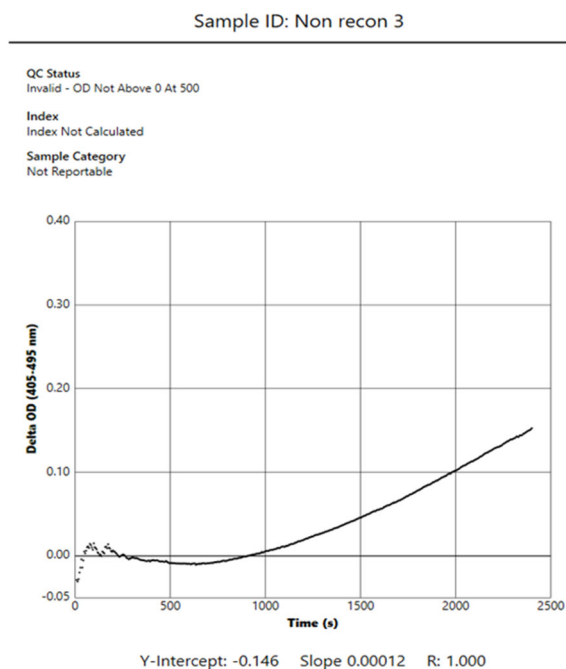

Bild 18. BG Analytics® testresultatrapport för ett prov med ogiltigt QC Status – kinetiskt förlopp
- Markerat som Delta OD (405 - 495 nm) vs tid (s) med Y-intercept, lutning och R-värden bestämda mellan 1900 och 2400 sekunder för att tillåta ytterligare analys av provet (se **Avsnitt 8: Felsökning** för mer information). Ett exempel på ett prov med ogiltigt QC-status visas i Bild 18.